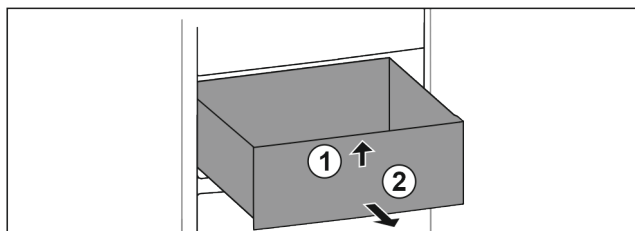

Fig. 61
- ▶ Løft skuffen foran. Fig. 61 (1)
- ▶ Ta ut skuffen framover. Fig. 61 (2)